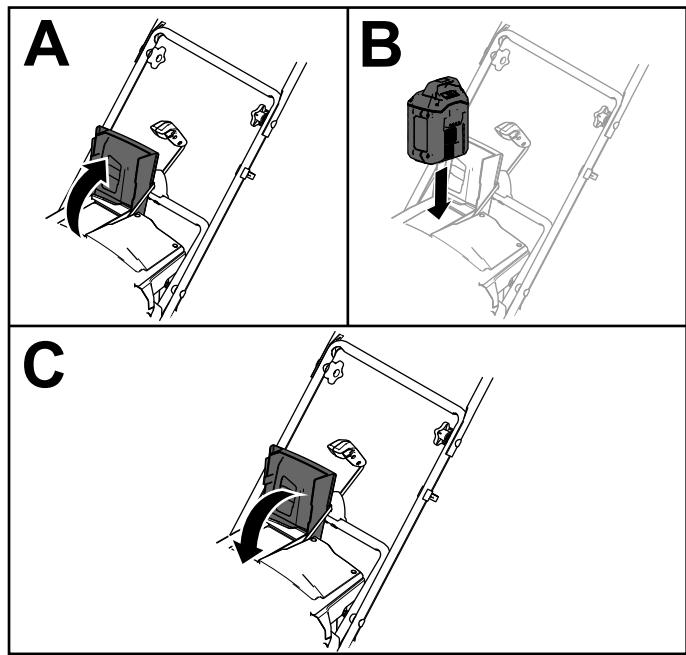

Рисунок 9
- Поднимите крышку аккумуляторного отсека (вид А на Рисунок 9).
- Совместите выемку в аккумуляторной батарее с выступом на машине и установите аккумуляторную батарею в отсек, зафиксировав на месте (вид В на Рисунок 9).
- Закройте крышку аккумуляторного отсека (вид С на Рисунок 9).